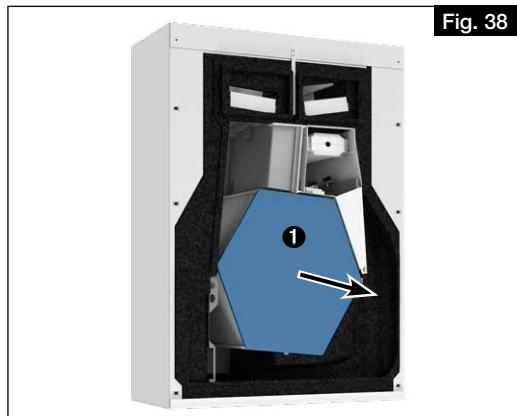

Fig. 38
3. Retirer l'échangeur à contre-courant ① avec précaution de l'appareil (voir Fig. 38).